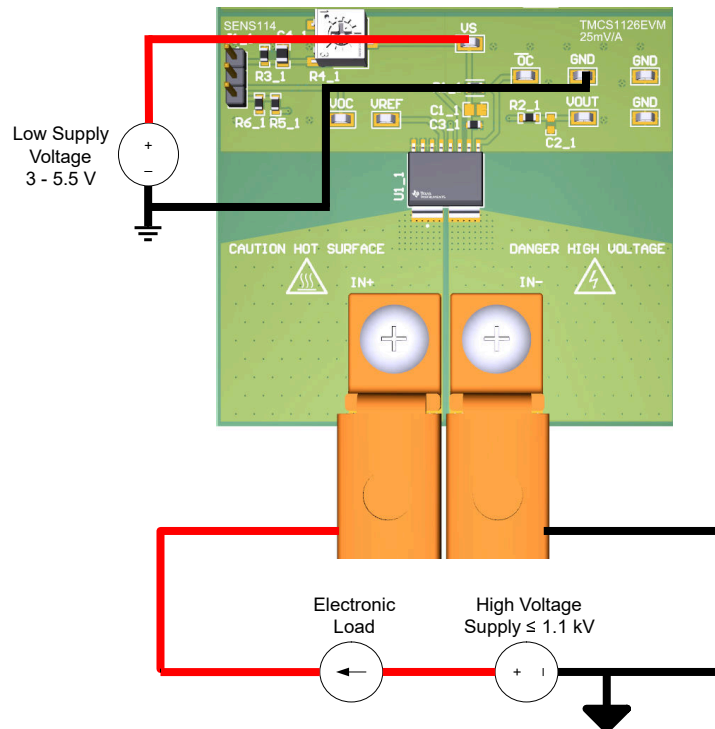

图 1-1. 用于增强型隔离的低侧正向电流设置
以下是用以设置和使用 **TMCS1126xEVM** 的说明。图 1-1 所示为 A1 (25mV/A) 灵敏度型号上的简单低侧设置示例。此器件可提供隔离，外部电源按高电压 (HV) (对于负载) 和低电压 (LV) (对于 DUT 电源) 加以区分。HV 电源可以隔离，并具有与 LV 电源不同的电位。
1. 如 图 1-1 所示，对于低侧测量，请将电子负载正极输入端子连接到能够提供所需最大负载电流的电源正极端子。对于高侧测量，请将电子负载正极输入端子连接到 EVM 的负载源端子 (IN+ 或 IN-)。对于正向电流的高侧测量，IN- 源到电子负载；对于反向电流，IN+ 源到负载。